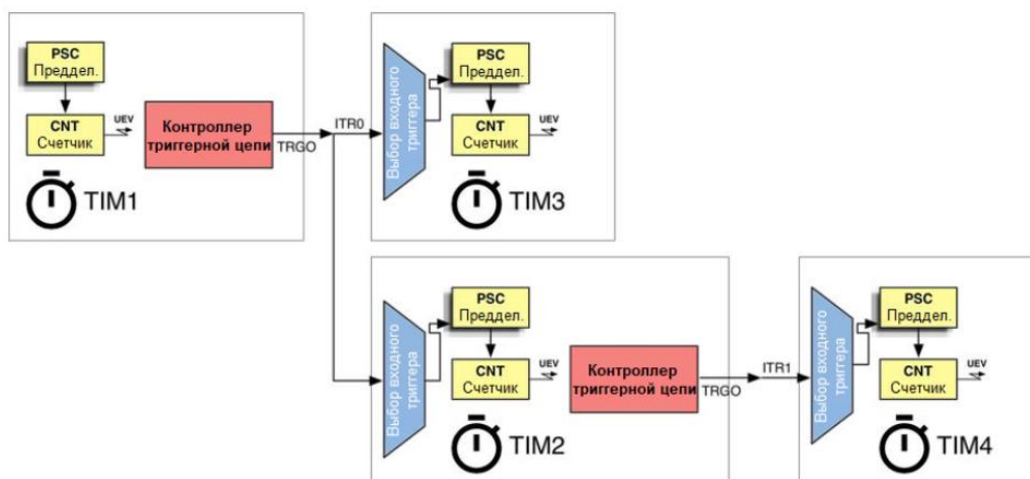

Рисунок 3 – Пример синхронизации таймеров
2.3. Таким образом программно активировав внутренние линии сигналов TRGO – TRGI между таймерами можно построить иерархические структуры таймеров (рисунок 3).